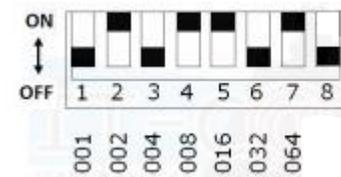

Рисунок 6
4.3 Установить, в соответствии с проектом, адрес извещателя (от 1 до 127) с помощью одиночных переключателей DIP-переключателя. Каждому одиночному переключателю (от 1 до 7) присвоено соответствующее значение, которое приведено в таблице 2. Для получения этого значения одиночный переключатель необходимо перевести в положение «ON» (Рисунок 6). Окончательный адрес извещателя будет равен сумме значений одиночных переключателей, переведенных в положение «ON».